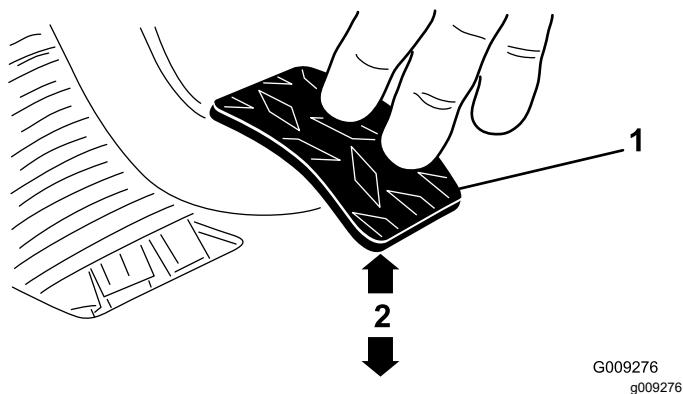

Figure 64
3. Ajustez les écrous de blocage ou la rotule jusqu'à ce que le bord arrière de la pédale d'embrayage soit de 9,2 à 9,8 cm (35/8 à 37/8 po) du haut du plancher quadrillé quand vous appliquez une force de 1,8 kg (4 lb) sur la pédale (Figure 64).